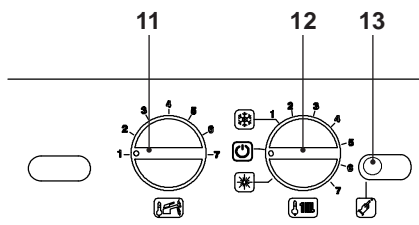

Fig. 5.42
- Per uscire dalla programmazione posizionare il selettore di funzione / manopla regolazione temperatura riscaldamento 12 come indicato in Fig. 5.42.